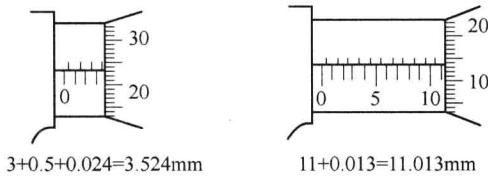

图 1-13 外径千分尺读数实例
- 3) 将上面两个读数值相加，即为外径千分尺上测得的尺寸。图 1-13 所示是外径千分尺读尺寸实例。